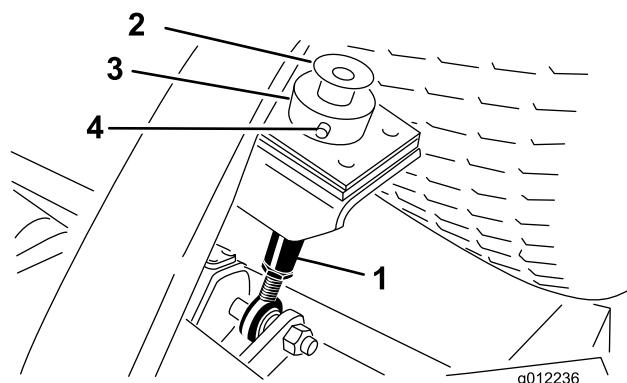

Bild 20
2. Nehmen Sie die Schraube und die Scheibe ab, die oben an jeder Schnitthöhenstange befestigt ist (Bild 20).
3. Nehmen Sie den Lastösenbolzen und den Splint ab, mit denen der Schnithöhenstellring hinten am Mähwerk an der Schnithöhenstange befestigt ist (Bild 20). Nehmen Sie den Schnithöhenstellring ab.